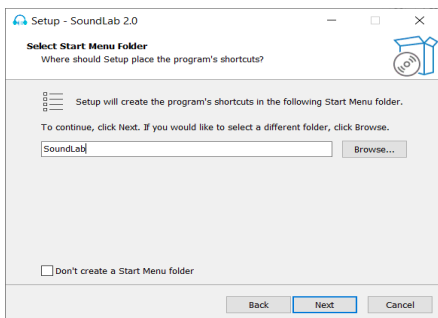

Figura 24
9. Clique em “Install” para iniciar a instalação, como mostra a figura 24.